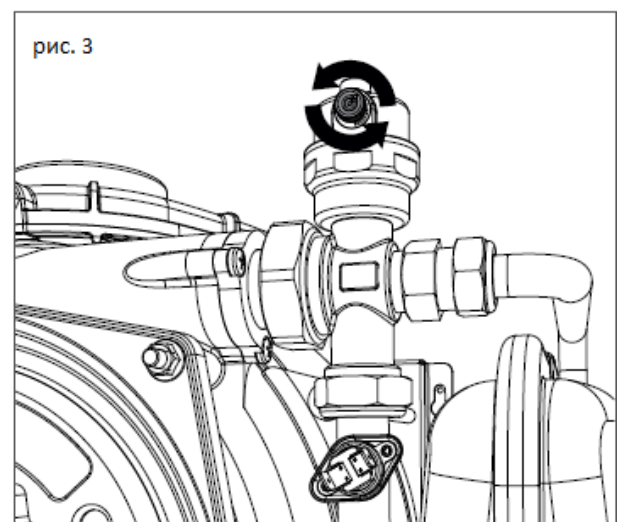

рис. 3
3. Немного ослабьте колпачок автоматического воздухоотводчика, расположенного в верхней части теплообменника (рис. 3) для сброса воздуха из верхней части системы.